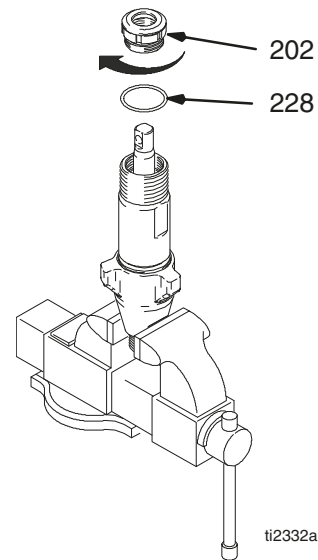

Fig. 20
Fig. 20. Apriete la junta y la tuerca prensaestopas (202) contra el espaciador de la tuerca prensaestopas (228) a un par de 140 ± 10 pulgadas-libra (100 ± 10 pulgadas-libra para 244197, 244224, 244201, 245904).